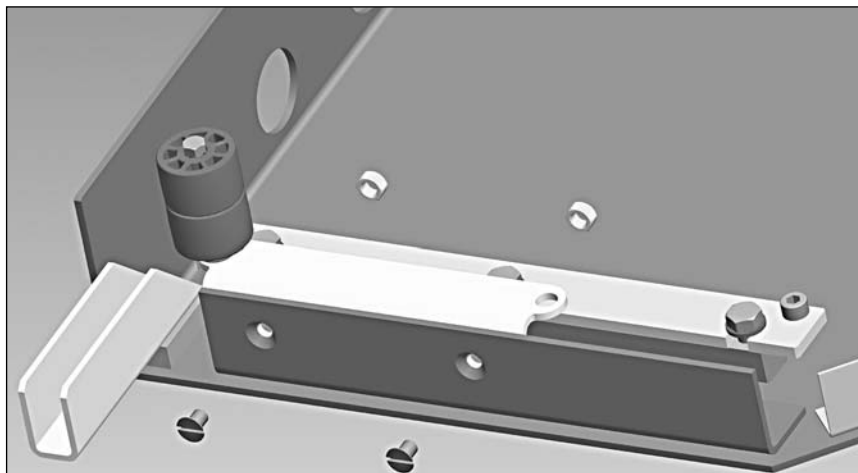

Рис.2.8. Установка направляющего ролика RGH/77.
- 2.4.** Закрепить к крышке направляющий ролик RGH/77 при помощи двух винтов M5x12 с потайной головкой и двух гаек (рис. 2.8.).